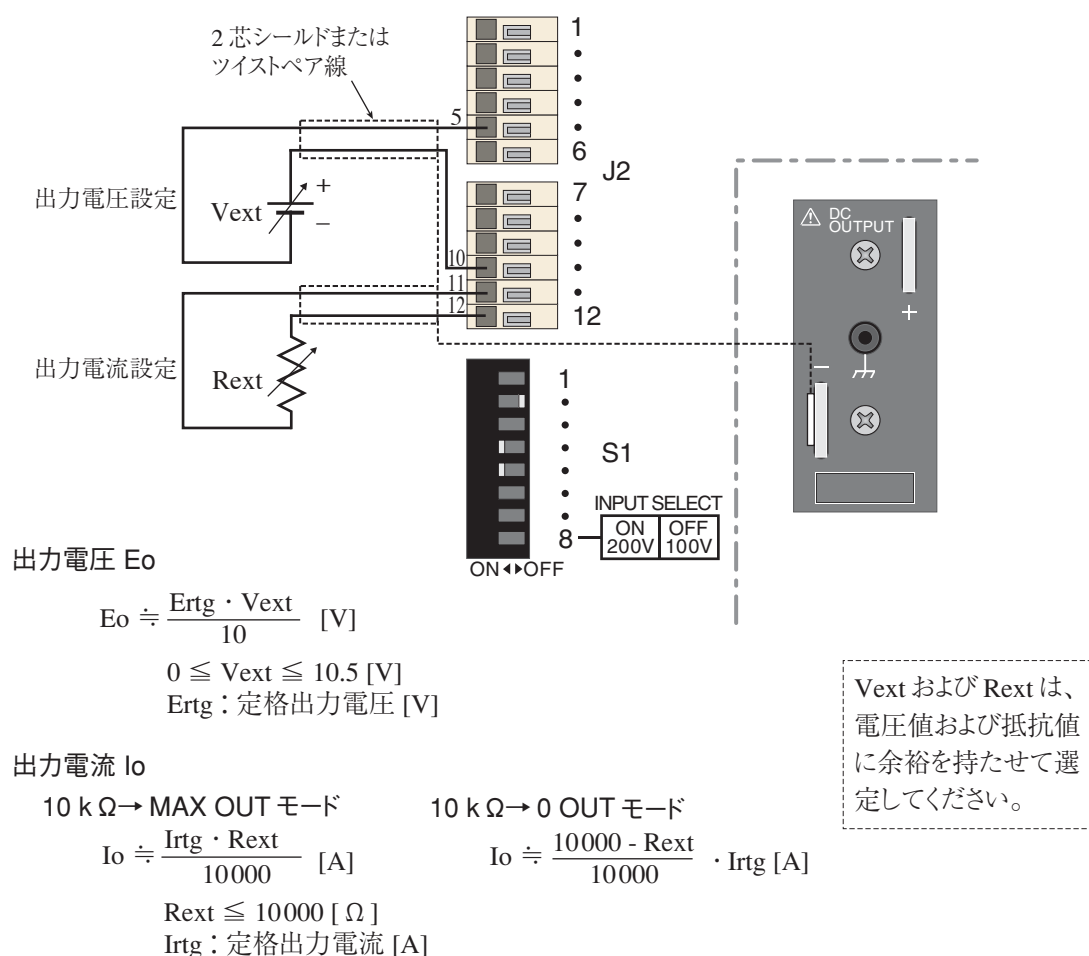

図 4-7 コントロール 1 の接続
- ・ Vext と出力電圧 Eo、および Rext と出力電流 Io との関係は、ほぼ図 4-7 に示した式のようになります。しかし、出力値に精度が要求される場合は、Vext および Rext の値によってゼロと出力する最大値を調整する必要があります。(ただし、Io は 10 k $\Omega$   $\rightarrow$  0 OUT モードのとき)